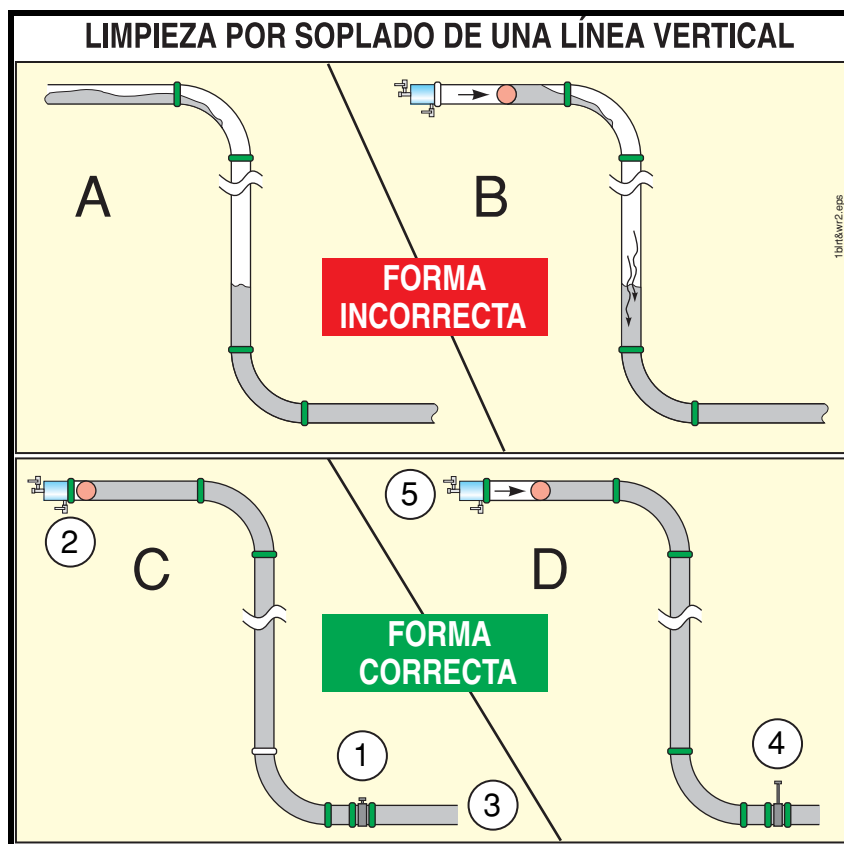

Figura 31
1. (Consulte el diagrama A en la Figura 31.) Si no se instala una válvula de cierre, la tubería está desconectada de la bomba. Inmediatamente, el concreto drena de las secciones verticales de tubo dejando concreto en ambas secciones horizontales y aire atrapado en el medio.
2. (Consulte el diagrama B en la Figura 31.) Se introduce la bola y se la empuja con aire comprimido. Esto también hace que se comprima el aire que se encuentra atrapado en las secciones verticales del tubo. Se despedirá violentamente el aire atrapado cuando llegue al final del tubo pero éste, sin embargo, todavía no estará vacío.
4. Cuando se haya terminado de bombear, cierre la válvula de cierre antes de desconectar la tubería de la bomba (Artículo 1, Figura 31). Si no se hace esto, el concreto se caerá de las secciones verticales de los tubos, dejando concreto en las secciones horizontales de tubo y un bolsillo de aire en las secciones verticales. Esto no corresponde si usa una válvula conmutadora (de desviación).
5. Instale la o las bolas en la tubería, asegure el cabezal de soplado y conecte el compresor de aire. ¡No aplique el aire todavía! (Artículo 2, Figura 31.)
7. **Haga que el camión de concreto premezclado se ubique donde está el final del tubo de limpieza** o instale el captor de la bola u otro dispositivo de contención al final de la tubería de descarga. (Artículo 3, Figura 31.)
9. **Desvíe la línea vertical de tubos al área de limpieza y fije la descarga (Figura 32), o abra ahora la válvula de cierre en la tubería de descarga.** Permita que la gravedad haga que el concreto comience a moverse a través de la tubería de descarga. A medida que el concreto cae de las secciones verticales se llevará la bola consigo haciendo imposible que se atrape aire en la tubería. (Artículo 4, Figura 31.)
10. **Aplique el aire comprimido a la tubería.** En este momento se deben mantener comunicación estrecha. Agregue solamente suficiente aire como para mantener el concreto en movimiento. No permita que el movimiento del concreto se acelere. (Artículo 5, Figura 31.)